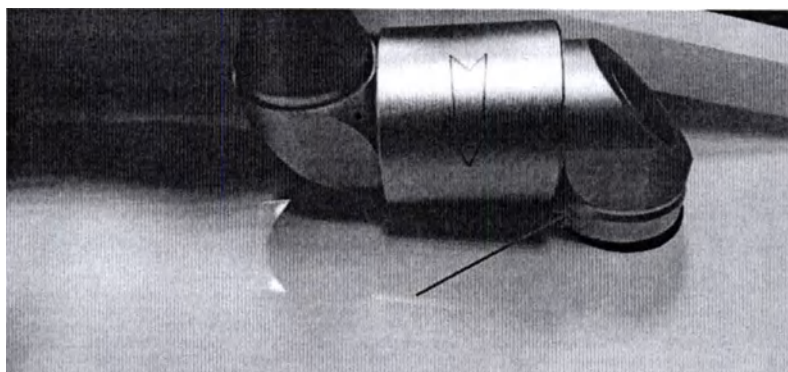

Рис. 5.2 – Подсоединение шарнира к прибору
5.3.1.3 Подсоедините шарнирный манипулятор к разъему Прибора и закрутите гайку, находящуюся на стойке манипулятора, указано красной стрелкой на рис. 5.2.